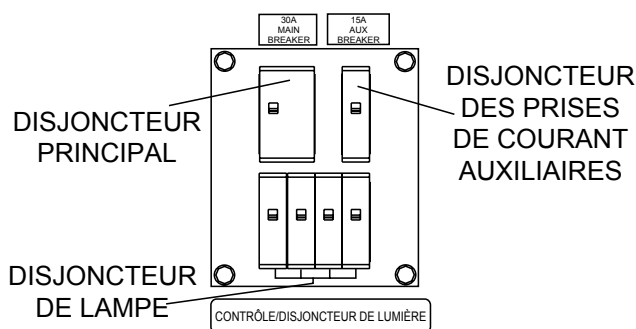

Figure 17. Disjoncteurs de panneau de contrôle
Le disjoncteur principal (30 A) et 4 disjoncteurs de lampes (15 A chacune) sont situés sur le panneau de contrôle supérieur (Figure 17).
1. Placez en position MARCHE le disjoncteur principal du panneau de contrôle (Figure 17).